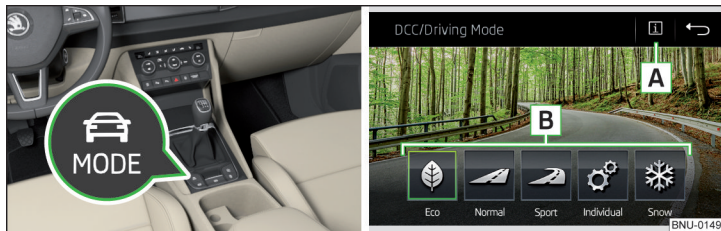

Fig. 281 Tasta pentru selectarea regimului de deplasare / Afișajele de pe ecranul Infotainment
► Apăsați tasta » fig. 281.
Pe ecranul Infotainment se afișează următoarele suprafețe de comandă funcții » fig. 281.
► Prin atingerea suprafeței de comandă funcții corespunzătoare de pe ecranul Infotainment » fig. 281.